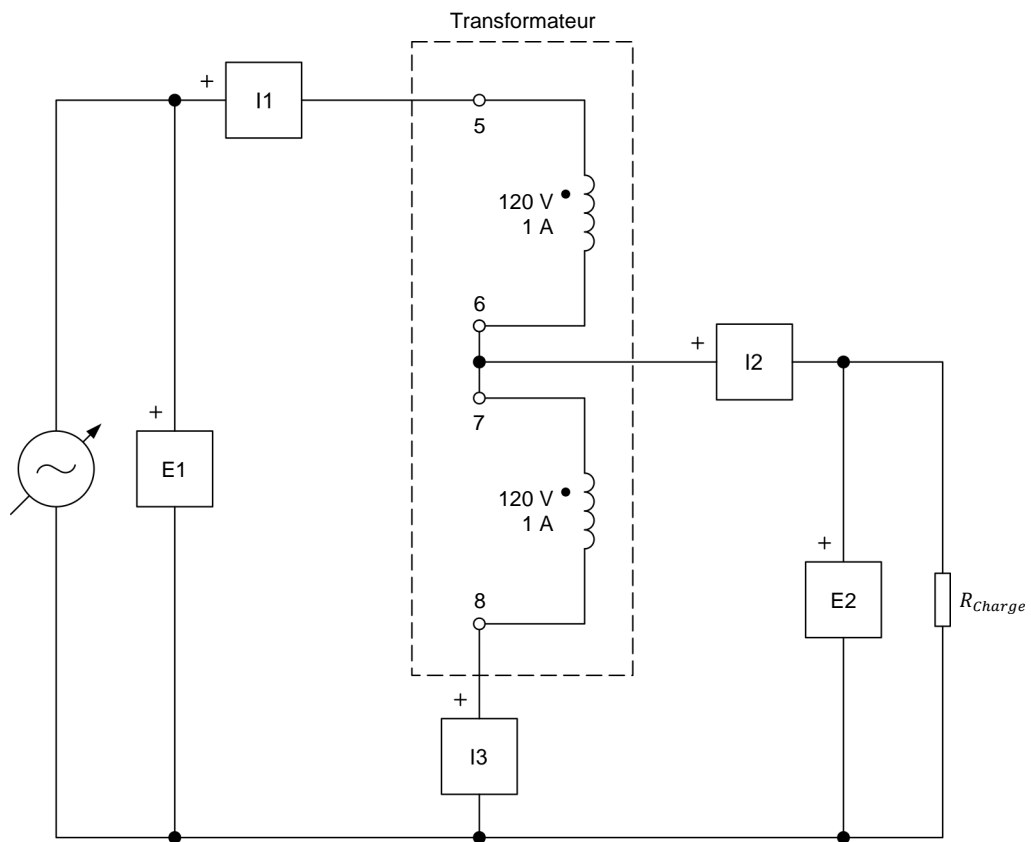
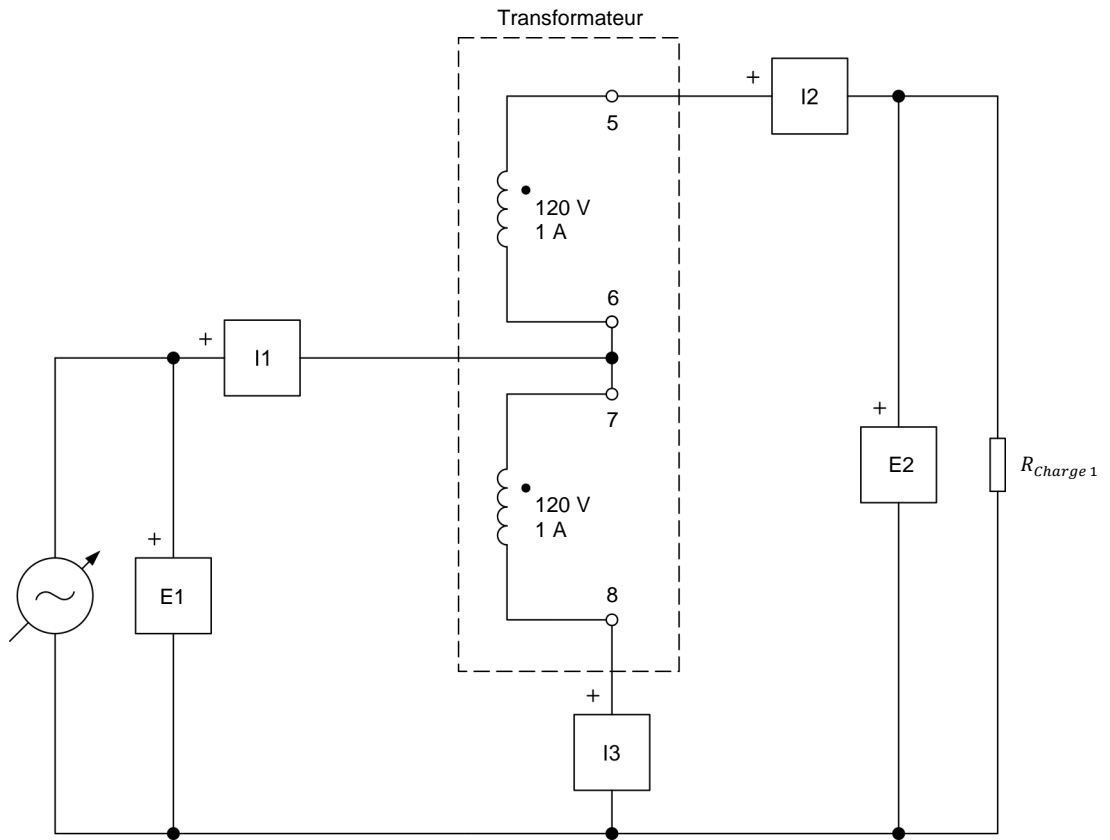

Figure 41. Autotransformateur abaisseur connecté à une charge résistive.
Figure 42. Autotransformateur élévateur connecté à une charge résistive.
8. Connectez l'équipement tel que montré dans la figure 41. Dans ce circuit, les deux enroulements de 120 V - 1 A sont connectés en configuration série addition pour former l'unique enroulement de l'autotransformateur.
19. Connectez l'équipement tel que montré dans la figure 42.
28. Déterminez ce que serait la puissance nominale d'un transformateur de puissance conventionnel de 120 V:120 V implémenté avec les deux mêmes enroulements de 120 V - 1 A utilisés pour construire les autotransformateurs abaisseur et élévateur dans la figure 41 et la figure 42, respectivement.